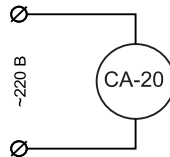

Рисунок 1: Схема подключения
5.2 Подключение изделия осуществляется в соответствии со схемой подключения (рис.1).